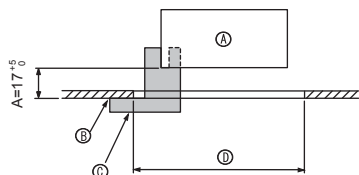
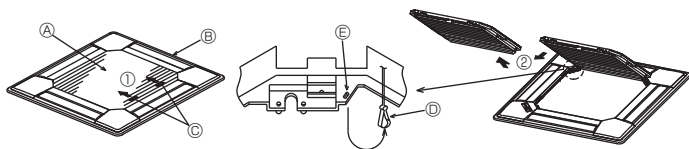
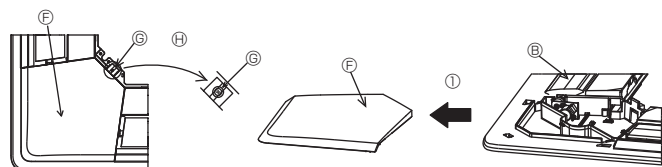

Fig. 6-2
Fig. 6-3
Fig. 6-4
①	Gitter	1	950 × 950 (mm)
②	Schraube mit unverlierbarer Unterlegscheibe	4	M5 × 0,8 × 25
③	Lehre	1	(In vier Teile unterteilt)
④	Befestigungsteil	3
⑤	Schraube	4	4 × 8
⑥	Schraube	1	4 × 12
⑦	Eckplatte für den i-see sensor	1	für PLP-6BAE
6.2. Vorbereitung zum Anbringen des Gitters (Fig. 6-2)
- Mit der mit diesem Bausatz gelieferten Lehre ③ die Position der Anlage im Verhältnis zur Zimmerdecke überprüfen. Wenn die Anlage im Verhältnis zur Zimmerdecke nicht vorschriftsmäßig in Position gebracht wurde, kann dies zu Luftdurchlässigkeit oder zur Bildung von Kondenswasser führen.
- Ⓒ Lehre ③ (befindet sich in der Anlage)
6.2.1. Das Ansauggitter abnehmen (Fig. 6-3)
- Zum Öffnen des Ansauggitters die Hebel in die Richtung, die durch Pfeil ① gekennzeichnet ist, schieben.
- Das Scharnier des Ansauggitters bei geöffnetem Ansauggitter (Position "offen") vom Gitter wie durch Pfeil ② gekennzeichnet, abnehmen.
6.2.2. Die Eckplatte abnehmen (Fig. 6-4)
- Die Schraube von der Ecke der Eckplatte abnehmen. Die Eckplatte wie durch Pfeil ① gekennzeichnet schieben, um so die Eckplatte abzunehmen.
[Fig. 6-3, 6-4]